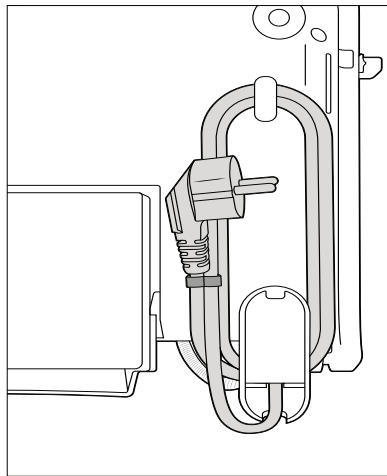

Abb. 2
- ◆ An der Unterseite des Gerätes befindet sich eine Kabelaufwicklung ③. Wickeln Sie das Netzkabel im Uhrzeigersinn um den Haken und den Fuß des Gerätes (Abb. 2).